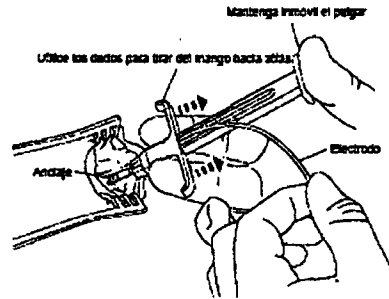

Figura 7. Liberación del anclaje.
9. Mientras mantiene la posición del electrodo con una mano, sitúe el pulgar y los otros dedos de la otra mano sobre el dispensador del anclaje como si sujetara una jeringa (Figura 7).